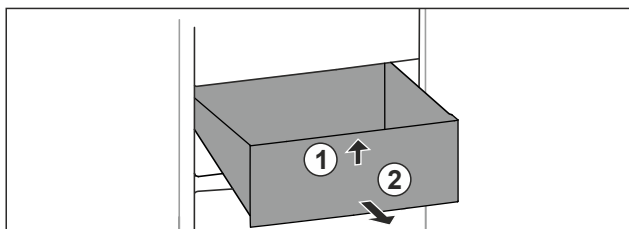

Fig. 30
- ▶ Nadzvedněte zásuvku vpředu. Fig. 30 (1)
- ▶ Vyjměte zásuvku dopředu. Fig. 30 (2)